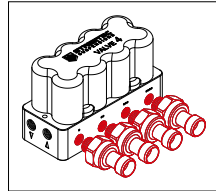

Abb. 14: Ventilblock
1. Montage direkt in den Ventilblock (Abb. 14)